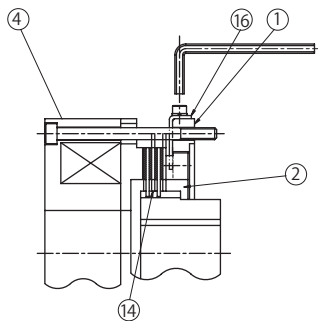

図 8-39
- (1) P94 の手順でブレーキを手動解放します。
- (2) センターリング①外周上にあるストッパー⑯をゆるめ、抜き取ります。ギャップ調整ネジ②がフリーになります。(図 8-39 参照)